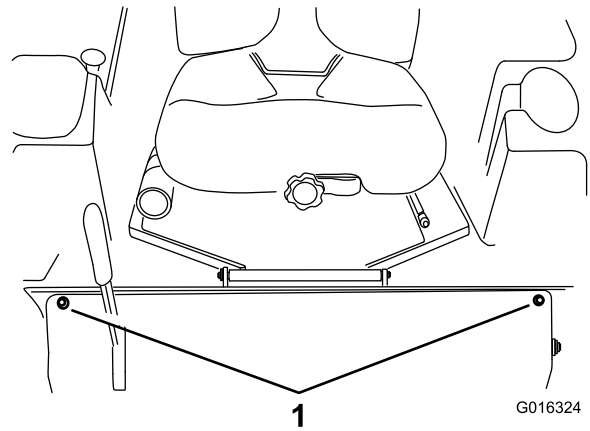

Bild 3
1. Entfernen Sie die zwei UNC-Bolzen und bewahren sie auf (Bild 3).